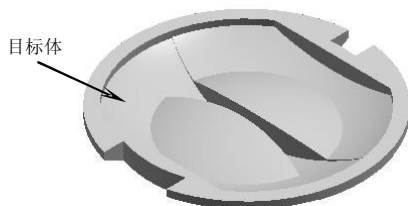

图5-89
18. 选择前两步绘制的草图轮廓，在【成形特征】工具条中单击【拉伸】按钮，弹出【拉伸】对话框。在【选择步骤】栏中选择【求和】选项，然后选择求和的目标体，并在【结束】下拉列表中选择【直至下一个】选项，最后单击 按钮创建拉伸特征，结果如图 5-89 所示。